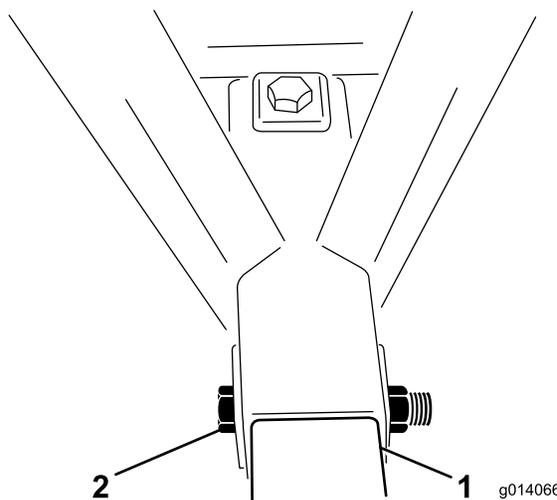

図 4
5. ボルト (1 x 6-1/2 インチ) 1本を、フレームとヒッチチューブに通し、ロックナットで止める (図 4)。
6. もう1本のボルト (1 x 6-1/2 インチ) を、フレーム上部からヒッチチューブに通す。ロックナットを取り付ける (図 4)。